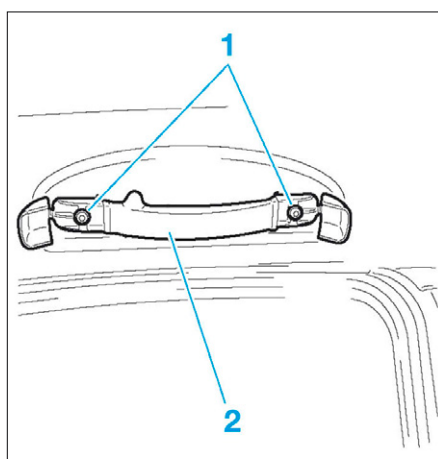

FIG. 70
- Déposer de chaque côté les vis de fixation (1) (Fig.70) afin d'extraire les poignées de maintien (2).